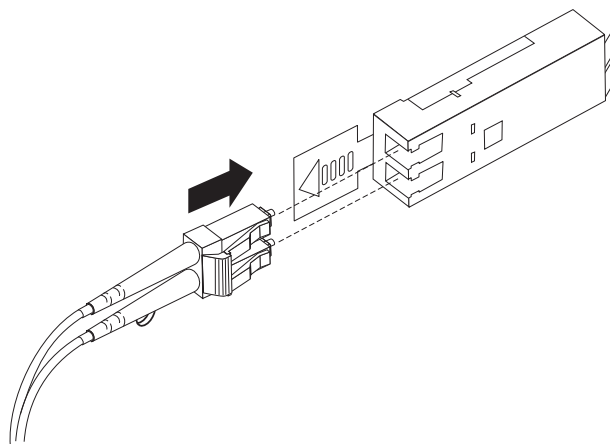

图 3-14. 将 LC-LC 光纤通道电缆插入 SFP 模块
4. 小心地将 LC-LC 电缆的打开端插入已安装在存储子系统 SFP 模块中。电缆接口有定位键，用于确保能够正确安装。拿住接口，将其推入电缆直到咔嗒一声锁定到位，如图 3-14 中所示。